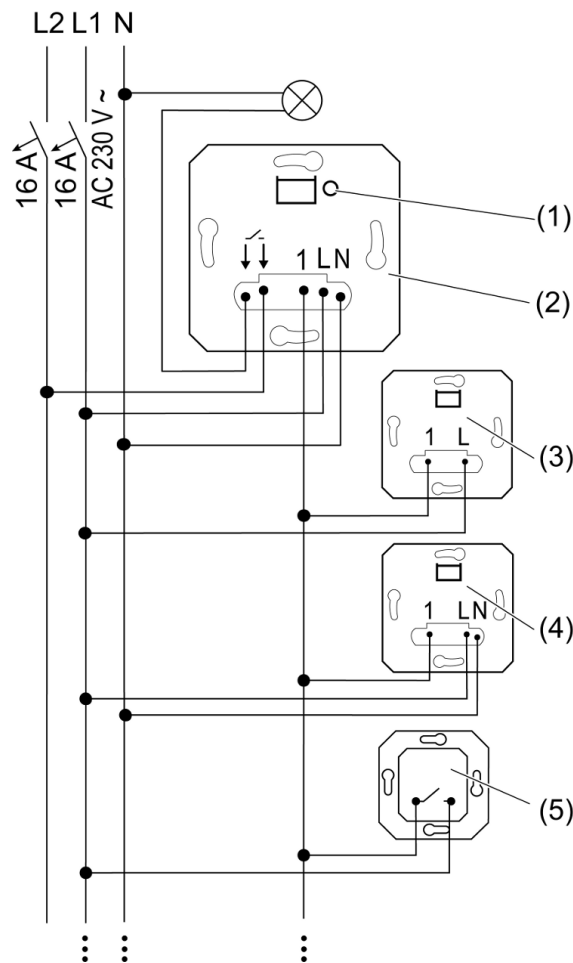
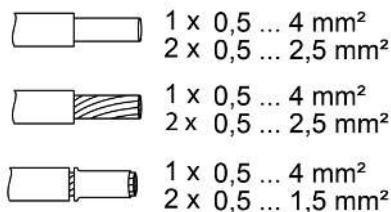

Bild 1: Anschlussplan mit optionalen Nebenstellen
Bild 2: Klemmbarer Leitungsquerschnitt
- Schalteinsatz (2) gemäß Anschlussplan anschließen (siehe Bild 1). Dabei klemmbare Leitungsquerschnitte beachten (siehe Bild 2).
- 2-Draht-Nebenstelle (3), 3-Draht-Nebenstelle (4) und Taster mit Schließerkontakt (5) anschließen, optional.
- i** Durch kurze Betätigung der Taste **TEST** (1) kann die Last geschaltet werden.